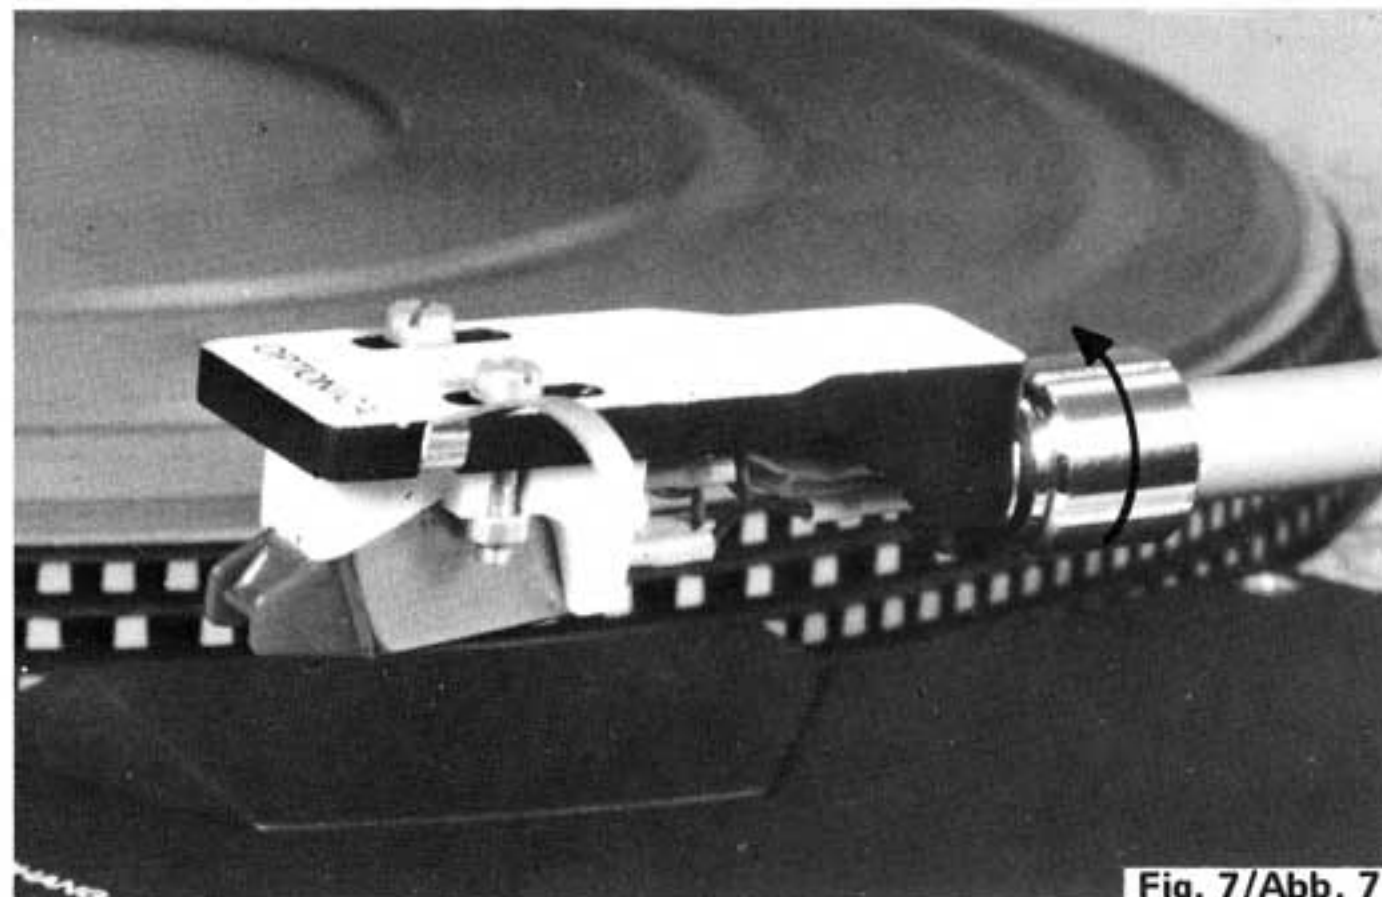

Fig. 7/Abb. 7
6. Insert the head-shell into the top of tonearm and turn the clamp collar in arrow direction to fix the head-shell. (See Fig. 7)
6. Stecken Sie den Tonkopf in das Tonarmrohr und befestigen Sie diesen durch Drehen der Überwurfmutter (Abb. 7).
6. Montez la coque de tête à l'extrémité du bras de pick-up et tournez la bague de fixation dans le sens de la flèche pour fixer la coque. (Voir Fig. 7)